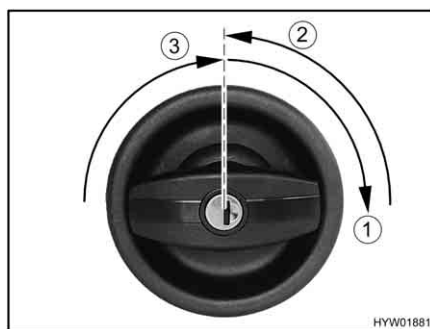

Fig. 17 Serratura della porta di ingresso, lato esterno, aperta
- Inserire la chiave nel cilindro della serratura e ruotare in senso orario (Fig. 17,1), fino a quando la serratura della porta si sblocca.
- Riportare la chiave in posizione centrale (Fig. 17,2) ed estrarla.
- Ruotare la manopola della porta in senso orario (Fig. 17,3) fino a quando la serratura della porta si sblocca.